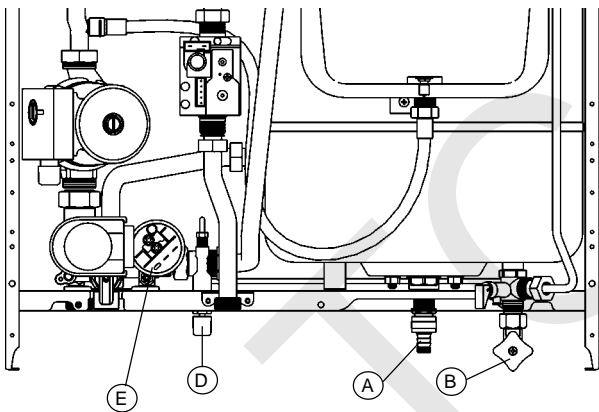

Fig. 5
Cerrar luego el grifo del gas situado debajo de la caldera, girando el mando en sentido horario (Ver Fig. 5).
- Aflojar la válvula (E) a través de la abertura situada en el fondo de la caldera (Ver Fig. 5).